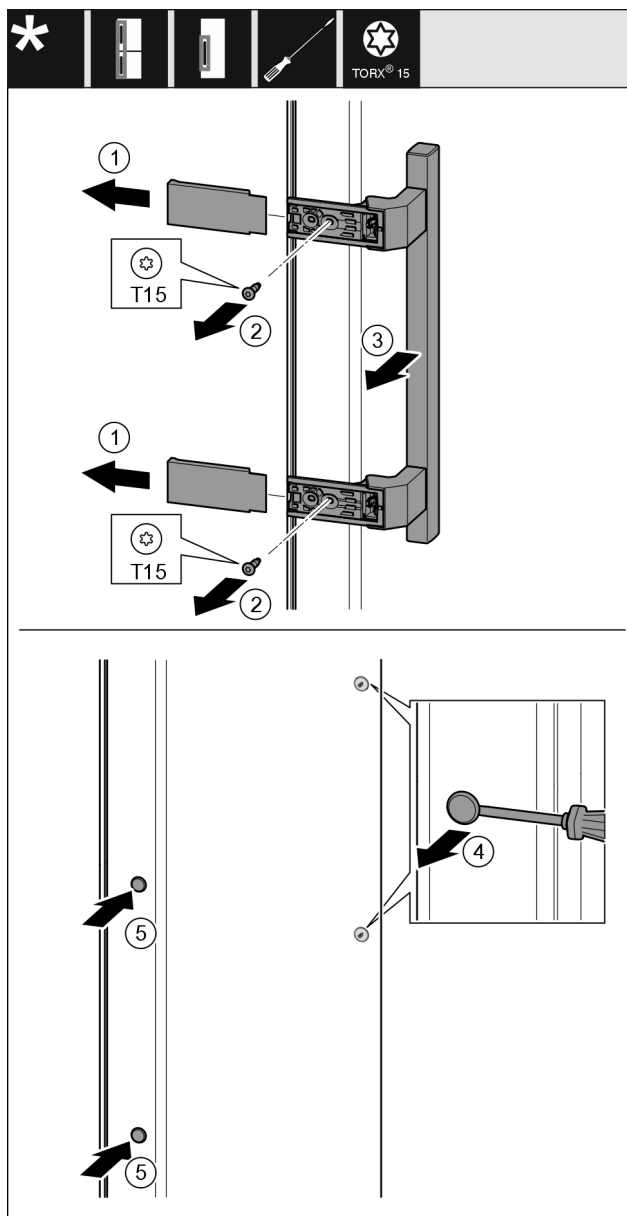

Fig. 35
- Togliere la copertura Fig. 35 (1).
- Estrarre le viti Fig. 35 (2) con un cacciavite.
- Rimuovere la maniglia Fig. 35 (3).
- Sollevare il tappo laterale Fig. 35 (4) con cautela con un cacciavite a intaglio ed estrarlo.
- Reinserire il tappo Fig. 35 (5) sull'altro lato.